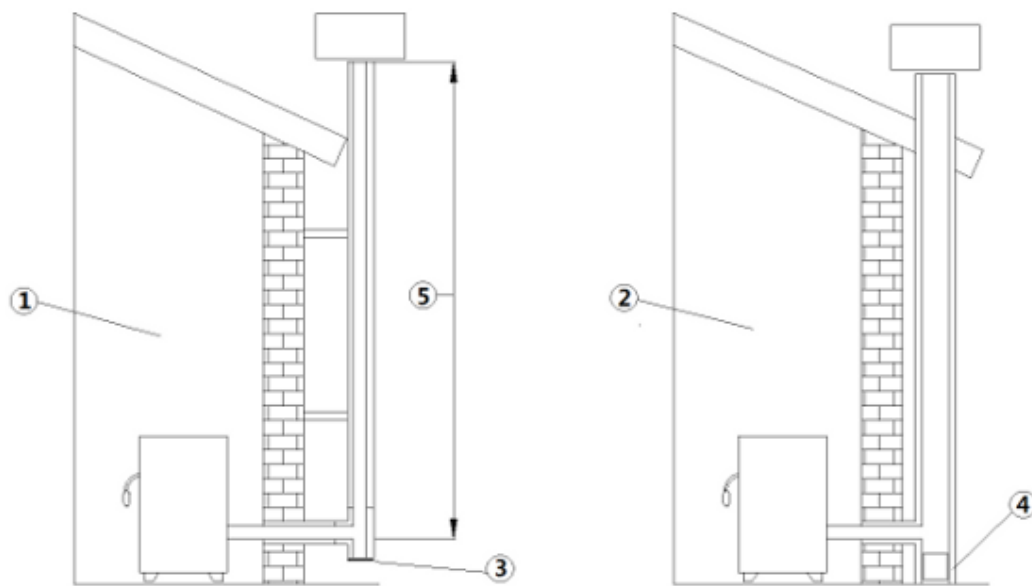

Fig. 2 - Rauchabzüge
LEGENDE Fig. 2 a pag. 8
- Der Schornstein muss unabhängig sein (siehe **Fig. 2 a pag. 8**) mit isolierten Edelstahl-Rohren (1) oder an einem bereits bestehendem Rauchabzug (2).
- Beide Lösungen müssen einen Inspektionsdeckel (3) und / oder eine Inspektionstür haben (4).